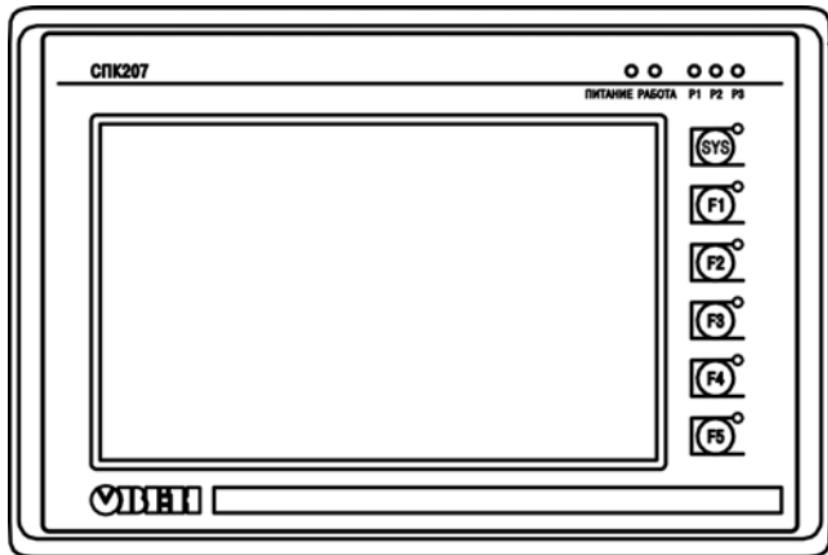

Рисунок 3.1 – Внешний вид лицевой стороны панели
На лицевой стороне панели (рисунок 3.1) расположены:
- кнопки: «SYS», «F1», «F2», «F3», «F4», «F5» и шесть соответствующих одноцветных единичных индикаторов, загордающихся в момент нажатия кнопки (рисунок 3.1,а).